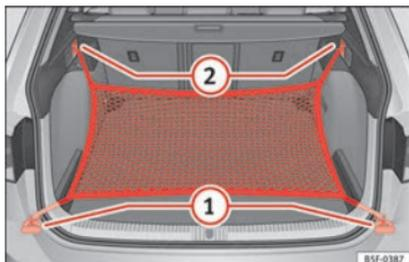

Fig. 179 En el maletero: argollas ① y ganchos ② para enganchar la bolsa de red (modelo LEON ST).
- Fije los ganchos cortos de la red en las argollas de amarre »» fig. 179 ① »» ⚠. La cremallera de la bolsa tiene que quedar hacia arriba.
- Fije las cintas en los ganchos para colgar bolsas ②.